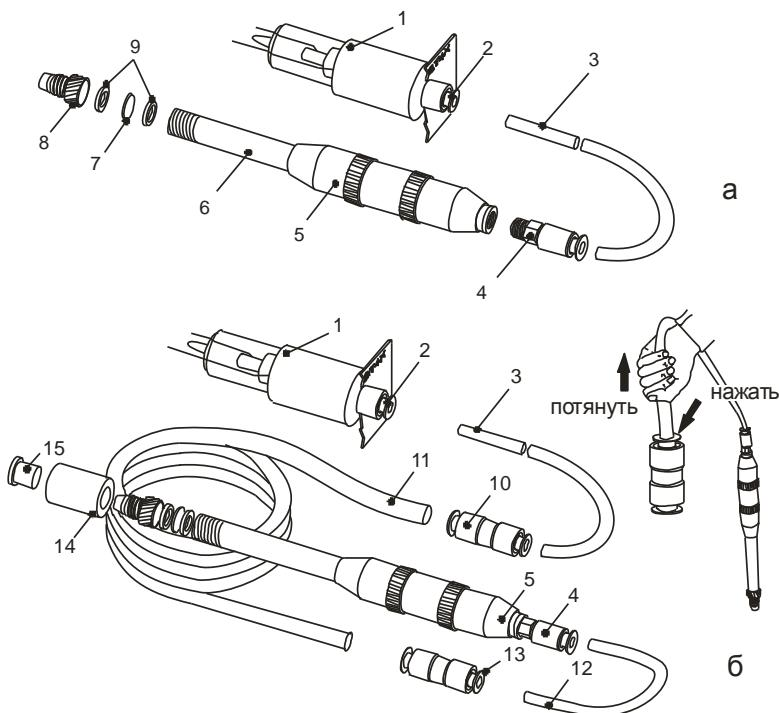

Рис. 4. Схема соединения элементов пробоотборника с газоанализатором (а) и элементов удлинителя с газоанализатором (б):
– отверните гайку 8, извлеките фильтр противопылевой 7 вместе с прокладками фторопластовыми 9 (см. рис. 4а);
– установите прокладки фторопластовые 9, новый фильтр противопылевой 7 в проточку гайки 8 в порядке, указанном на рис. 4а;
Устройство обеспечивает визуальный контроль появления жидкости в системе пробоотбора и устанавливается вместо переходника, соединяющего две фторопластовые трубы. Устройство представляет собой толстостенную стеклянную трубку, покрытую защитной пленкой. На входе и выходе трубы установлены фитинги для ее соединения с фторопластовыми трубками. На выходе устройства установлена специальная мембрана, препятствующая попаданию жидкости в трубку 3 (см. рис. 4б) пробоотборника. При намокании мембрана мгновенно увеличивает газовое сопротивление, останавливая поток воздуха, содержащий жидкость.
1.1. Установите устройство вместо переходника 10 (см. рис. 4б) в соответствии с маркировкой ВЕРХ и НИЗ на корпусе фильтра.
2.3. Для проверки чистоты устройства соедините выход устройства с трубкой 3 (см. рис. 4а), а вход – с фильтром-поглотителем и включите газоанализатор. Если показания газоанализатора не превышают $5 \text{ мг}/\text{м}^3$, устройство считается пригодным к использованию. Если показания газоанализатора превышают $5 \text{ мг}/\text{м}^3$, следует промыть фильтр повторно и заменить мембрану.